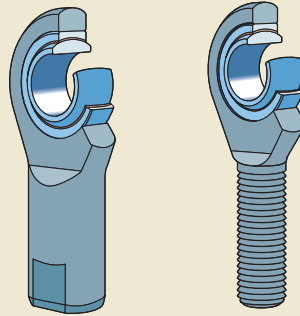

Bild 2
• Stahl/PTFE-Gewebe (→ **Bild 2**):